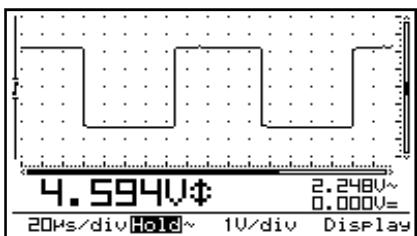

Fig 14
- A **dot grid** divides the screen into reference points. (Fig. 14)
- **Puntraster:** verdeelt het scherm in referentiepunten. (**Fig. 14**)
- **Une grille en pointillé** divise l'écran en points de référence. (**Fig. 14**)
- **Punktraster:** Der Bildschirm wird in Referenzpunkte unterteilt (**Abb. 14**)